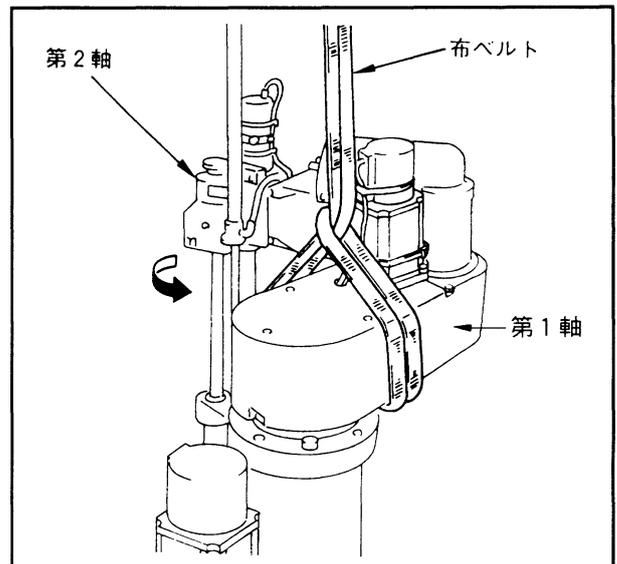

図5-56 布ベルトの使用法
- ③布ベルトを図5-56のようにロボットの第1軸の付け根に巻いてください。